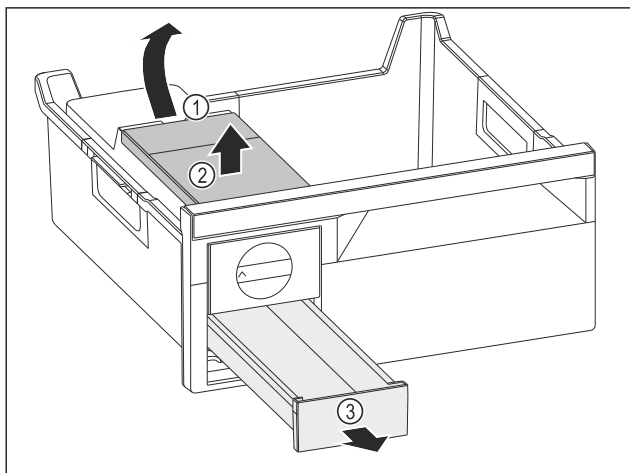

Fig. 120
- ▶ Odstranjevanje rezervoarja za vodo: Dvignite rezervoar za vodo za izrez Fig. 120 (1).
- ▶ Rezervoar za vodo Fig. 120 (2) dvignite in odstranite.
- ▶ Predal za ledene kocke Fig. 120 (3) povlecite naprej in odstranite.